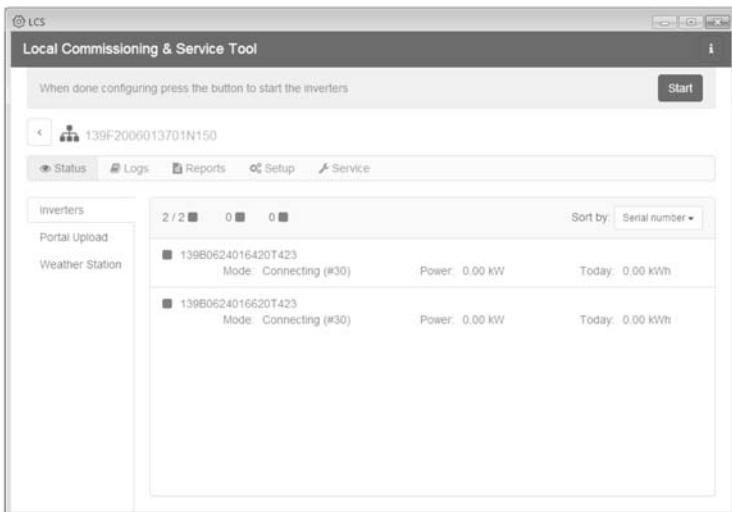

Figure 5.8 LCS-Tool - Liste de tous les onduleurs connectés au SMA Inverter Manager
11. Un carré vert identifie les onduleurs mis en service. Cependant, les onduleurs ne se connectent pas au réseau tant que l'ordre de démarrage [Start] n'a pas été émis dans la barre située en dessous du menu de démarrage. Voir figure 5.8.